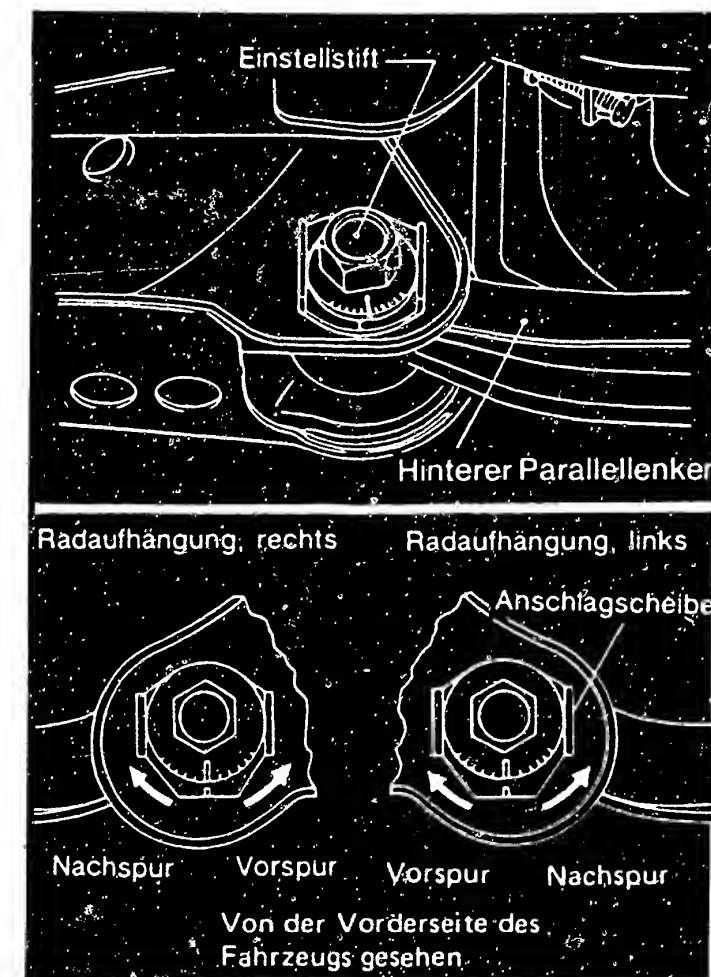

Bild 47 Einstellen der Vorspur durch Verdrehen des inneren Querlenkerbolzens an den Hinterrädern.
b) **Hinterräder:** Die **Vorspur** lässt sich durch Verdrehen des inneren Bolzens am unteren Querlenker einstellen (Bild 47). Die Verstellung um einen Teilstrich bewirkt eine Spuränderung von 2mm pro Rad.